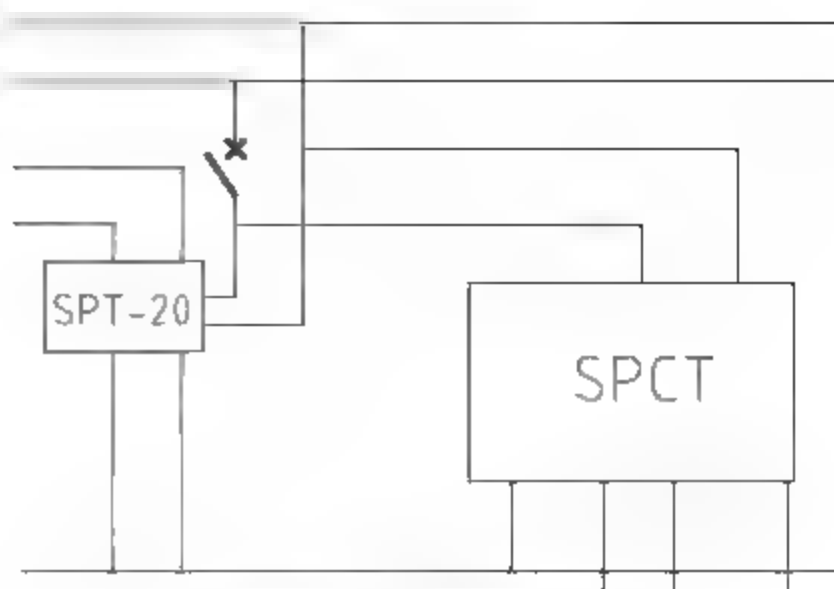

图10-34 标注文字
**22** 调用MT【多行文字】命令，在矩形内绘制标注文字，结果如图10-34所示。